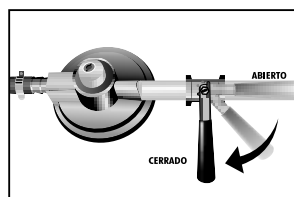

Figura 35
- Cierre la llave de suministro de gas al calentador (Ver figura 35).